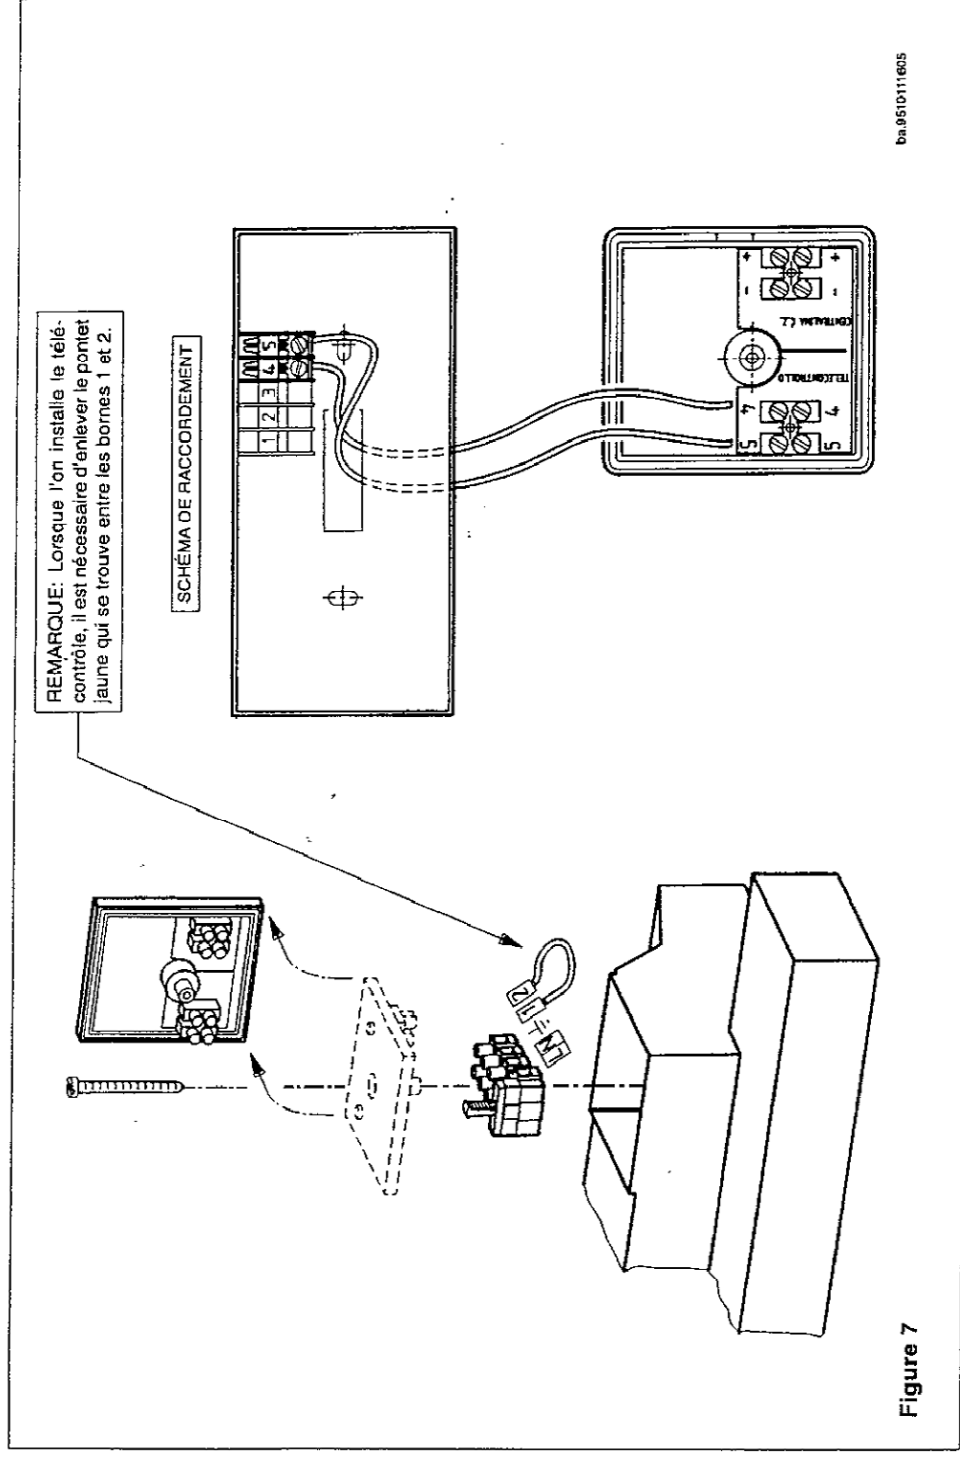
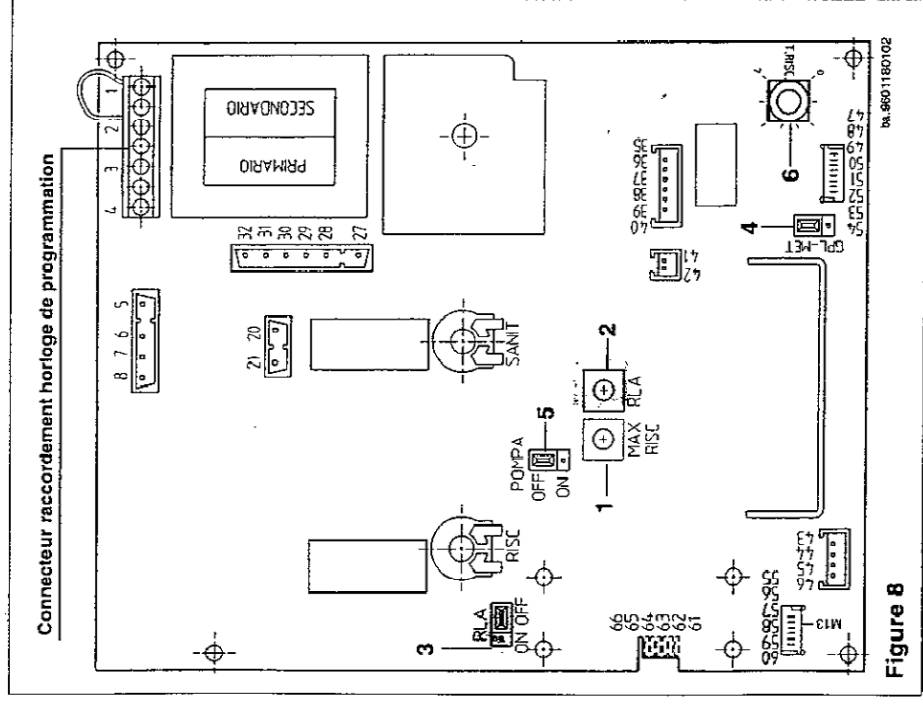

Figure 7
Figure 8
- * connecter le moteur du programmeur au bornier de la carte électronique principale (bornes 3 et 4 de la figure 8);
Pour utiliser ce composant, il est nécessaire de glisser, entre la carte de modulation (connecteur M13, figure 8) et le bornier du télécontrôle (bornes 4 et 5, figure 7), une carte interface fournie elle aussi en tant qu'accessoire. Le raccordement électrique à la chaudière est réalisé en utilisant deux conducteurs présentant une section minimale de 0,5 mm² et une longueur maximale de 50 m. Le pôle positif doit être raccordé à la borne 5 et le pôle négatif, à la borne 4 (voir schéma de raccordement). Si le raccordement est effectué sans respecter la polarité, le télécontrôle ne subit aucun dommage, mais il ne peut pas fonctionner.
- * positionner le pont du connecteur "changement de gaz", dans le secteur MET pour le gaz naturel ou dans le secteur GPL pour le gaz liquide (figure 8).